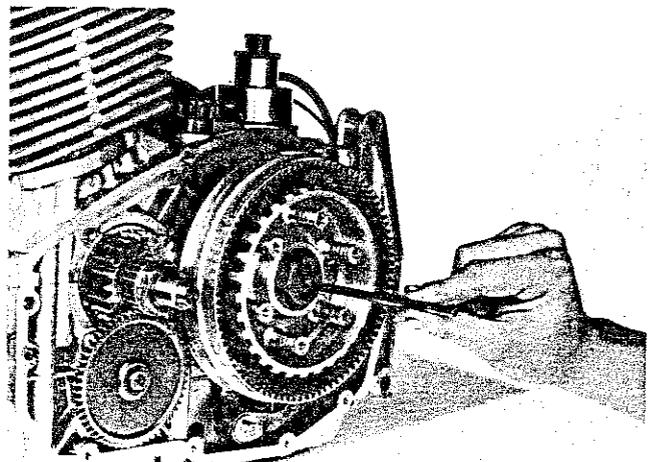

Fig. 111
- 8) Estrarre la semi-astina di comando della frizione (Fig. 111).
- 8) Remove the clutch operating half-rod (Fig. 111).